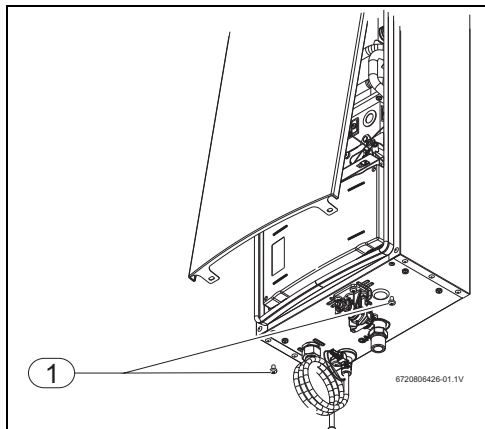

Fig. 18 Rimuovere il mantello frontale
- ▶ Svitare le 2 viti di fissaggio del mantello frontale (Fig. 18, [1]).